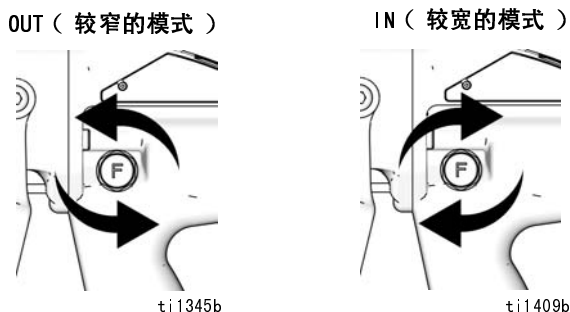

图 7. 喷型空气旋钮
1. 见图 7。一直顺时针 (in) 旋转旋钮隔离模式调节空气。如此可通过最广的模式设置喷枪。